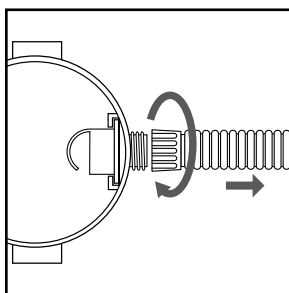

FIGURA 17
25. Desatornille la contratuerca de la manguera y retire la manguera de la entrada. **(FIGURA 17)**